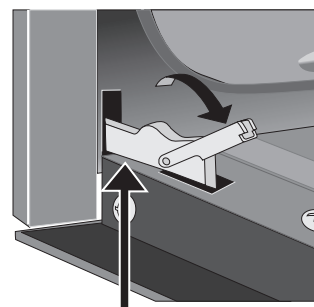

Figure 27: Déverrouillez les charnières pour retirer la porte
2. Abaissez complètement les verrous des charnières de gauche et de droite du cadre du four vers la porte du four (Figure 27). Vous pourriez avoir besoin d'un petit tournevis à tête plate.